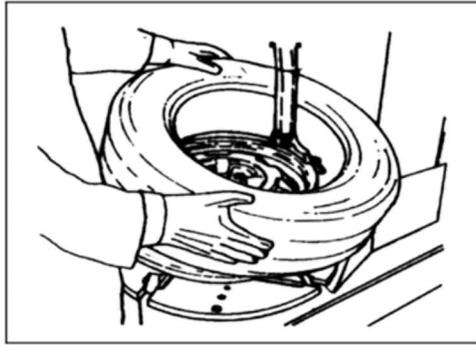

図 23
4.1.5 チューブを取り出し、下部ビードを上動かして上部リムまで持ち上げ、4.1.4 の作業を繰り返します。下部ビードを取り外します。(図 23). コラムチルトペダル(図 2-10)を踏んで柱を後方に倒し、タイヤを降ろします。